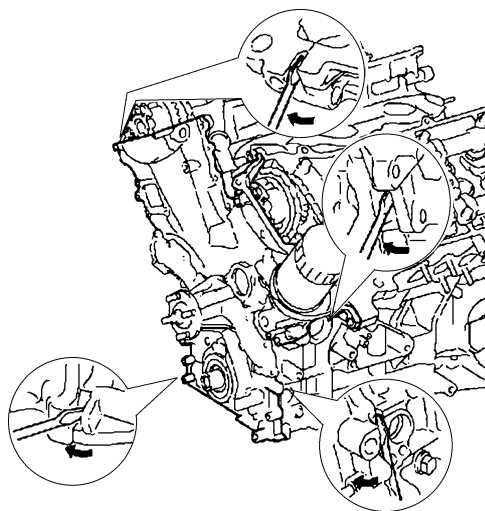

图 22-19 撬下正时链罩
- ② 按照图 22-19 所示，用螺钉旋具把正时链条罩撬下。